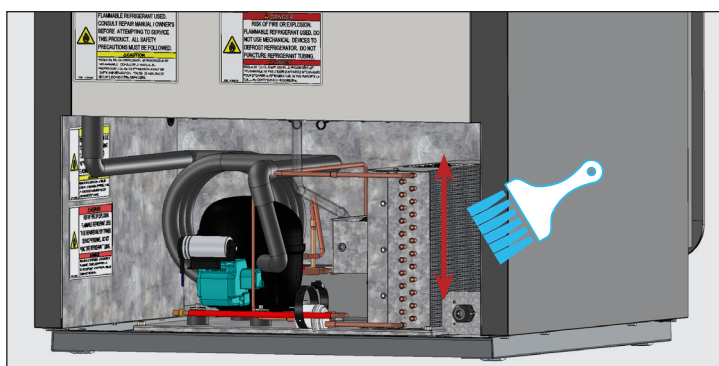

Fig. 3. Ne brossez jamais en travers des ailettes des serpentins.
3. À l'aide d'une brosse à soies dures, nettoyez soigneusement la saleté accumulée sur les ailettes. Voir fig. 3.